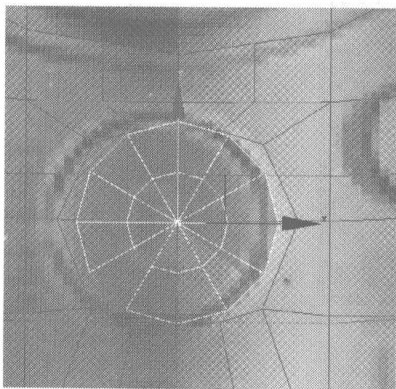

图 3.79
- 01** 在 Create 控制面板中单击 **Cylinder** 按钮，在如图 3.79 所示 Front 视图中的位置建立一个圆柱体，参